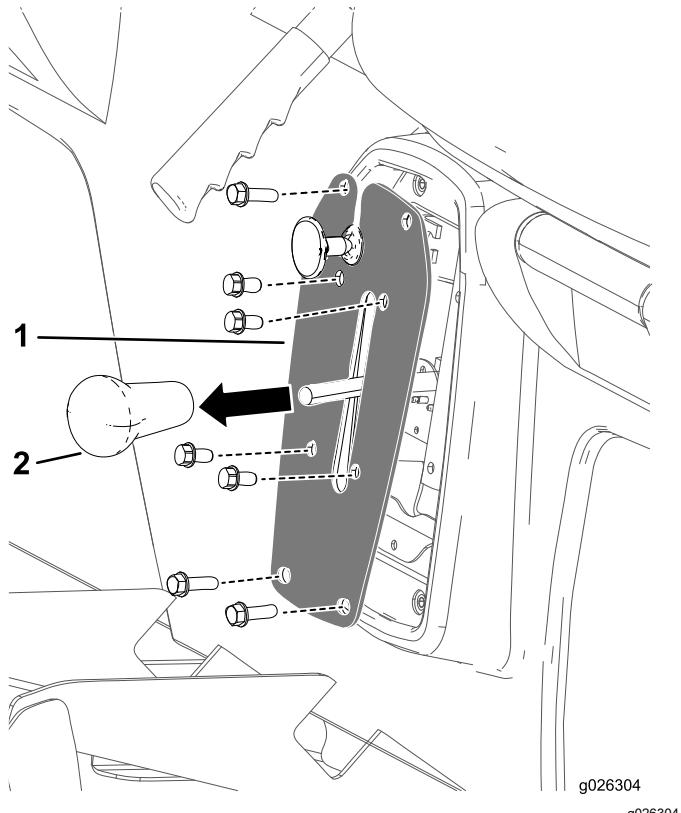

Figure 42
- Retirez le pommeau du levier sélecteur (Figure 42).
- Retirez les 4 boulons qui fixent la plaque de sélection à son support (Figure 42).
- Retirez les 4 boulons qui fixent la plaque de sélection sur la base des sièges et déposez la plaque de sélection (Figure 42).
4. Revissez le pommeau sur le levier sélecteur et serrez-le à la main (Figure 42).